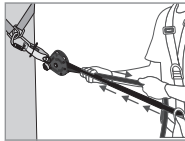
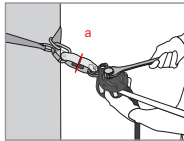

Fig 3
Fig 4
Zodra de veiligheidslijn is geïnstalleerd, moet de spanning vooraf worden gecontroleerd door handmatig aan het touw te trekken (aan de kant van de eindknoop — fig. 3). De kam (8) en de klemhendel (4) moeten automatisch in contact komen met het touw. Haal de klemhendel (4) naar beneden en pas door middel van een aangepaste sleutel net zolang spanning toe op de as voor de spanningsinstelling (1) tot de spanningsindicatorring (a) op de spanningsindicator (2) vrij rondraait (fig. 4). Zodra de spanningsindicatorring vrij rondraait **DEZE NIET VERDER AANDRAAIEN!** Dit komt overeen met een voorspanning op de lijn van ongeveer 1 kN. Controleer tijdens het gebruik deze spanning regelmatig (rotatie van de spanningsindicatorring) en stel deze indien nodig af zoals hierboven beschreven.